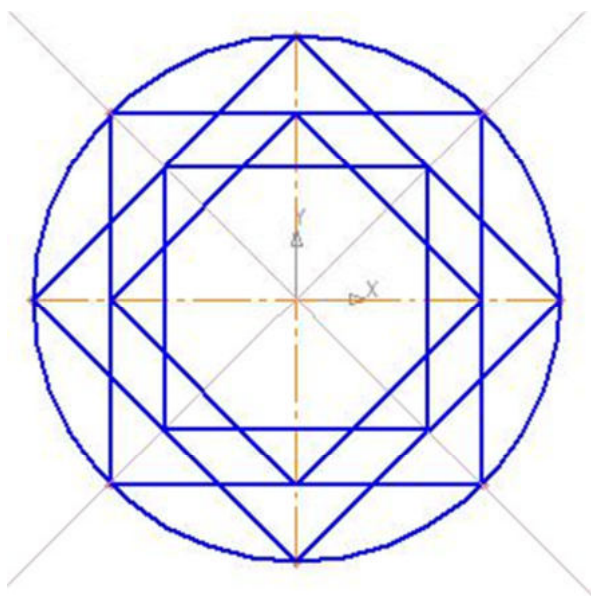

Рис. 6
□ соедините точки пересечения квадрата и осей симметрии с помощью непрерывного ввода объекта (рис. 6);